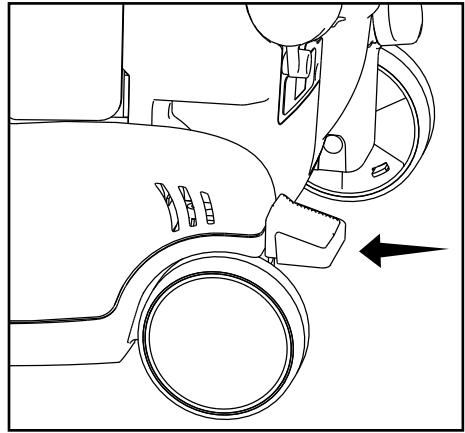

Fig. 1
- Appuyez une fois sur la pédale de déblocage de la poignée pour passer l'aspirateur normalement (Fig. 1).